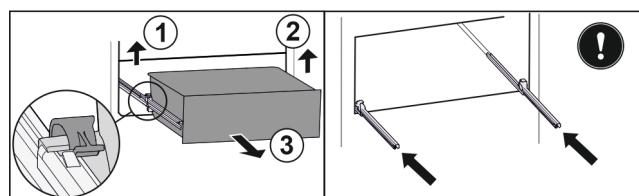

Fig. 69
▶ 提起左侧夹子，同时将抽屉左侧向前拉。Fig. 69 (1)
▶ 提起右侧夹子，同时将抽屉右侧向前拉。Fig. 69 (2)
- ▶ 朝前取出抽屉。Fig. 69 (3)